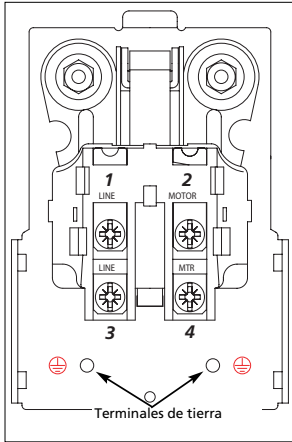

Figura 4
8. Coloque el alambre con forro negro del motor debajo de la cabeza del tornillo #4 (Vea la Figura 4), apriete el tornillo para asegurar el alambre. Coloque el alambre con forro negro debajo de la cabeza del tornillo #3 y apriete el tornillo para asegurar el alambre (Vea la Figura 4).
9. Coloque el alambre con forro blanco debajo de la cabeza del tornillo #1 (Vea la Figura 4), apriete el tornillo para asegurar el alambre. Coloque el alambre con forro blanco del motor debajo de la cabeza del tornillo #2 y apriete el tornillo para asegurar el alambre (Vea la Figura 4).
10. Conecte el alambre verde de tierra del cordón al interior del presostato con el tornillo de tierra incluido en el kit. Repita el procedimiento con el alambre de tierra verde del cable del motor (vea la figura 4).